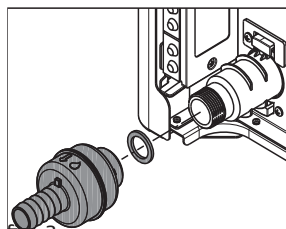

fig. 3
- Svitare il dispositivo SRD (fig. 3).